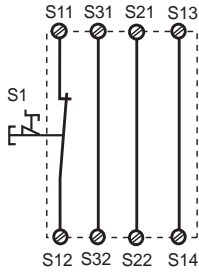
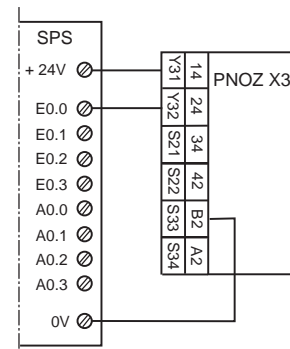

Fig. 1: Eingangskreis einkanalig, automat. Start/Single-channel input circuit, automatic reset/1-kanals indgangskreds, automatisk reset.
Fig. 9: Anschlußbeispiel für Halbleiterausgang/Connection of semiconductor output/ tilslutnings eksempel med halvlederudgang.
In Fig. 1 ... Fig. 9 sind Anschlußbeispiele für NOT-AUS-Beschaltung mit automatischem und überwachtem Start, Schutztüransteuerungen sowie Kontaktvervielfachung durch externe Schütze.
- Fig. 1 und 6: **keine** Verbindung S33-S34
In Fig.1...Fig. 9 are connection examples for Emergency Stop wiring with automatic and monitored reset. Safety gate controls as well as contact expansion via external contactors.
- Fig. 1 and 6: S33-S34 **not** connected
På Fig. 1...Fig. 9 ses eksempler på tilslutninger for nødstop med automatisk og overvåget reset. Sikkerhedsdør såvel som kontaktekspansioner via eksterne kontaktorer
- Fig. 1 og 6: S33-S34 er **ikke** forbundet.